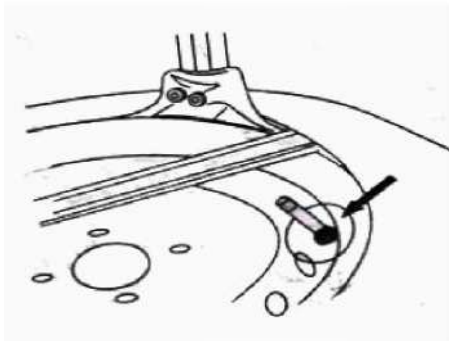
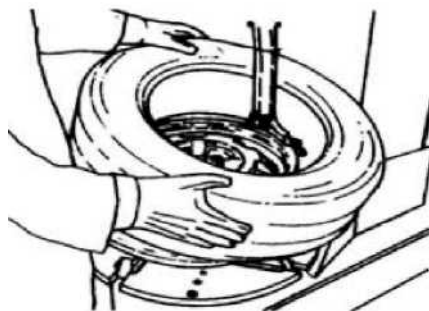

Рис. 10-3
Рис. 10-5
Чтобы избежать повреждения камеры шины, необходимо расположить клапан шины с правой стороны головки инструмента, расстояние должно составлять 10 см (рис. 10-3).
- Распределите смазку или мыльную жидкость по кромке шины. Наклоните шину по отношению к диску и удерживайте переднюю часть по направлению вверх. Нажмите на педаль отклонения колонны (рис. 9-1, поз. 8) для возврата ее в исходное положение. Переместите монтажную головку до полного контакта с диском (рис. 10-3). Расположите левую часть кромки шины над задней частью головки, а правую часть - под монтажным пальцем (рис. 10-5).